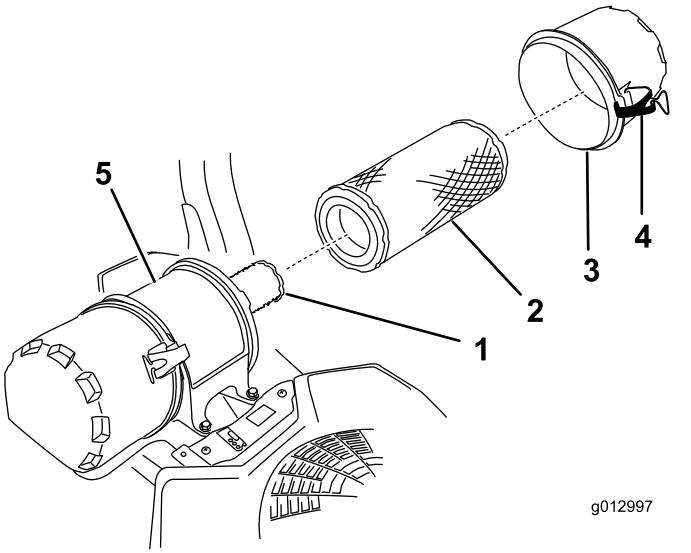

Figura 59
6. Abra los cierres del limpiador de aire y tire de la tapa de la entrada de aire para separarla del cuerpo del limpiador de aire (Figura 59).
8. Extraiga con cuidado el filtro primario de la carcasa del limpiador de aire (Figura 59).
2. Si va a cambiar el filtro de seguridad, deslícelo cuidadosamente en el cuerpo del filtro (Figura 59).
3. Deslice cuidadosamente el filtro primario por encima del filtro de seguridad (Figura 59).
4. Instale la tapa del limpiador de aire y fije los cierres (Figura 59).